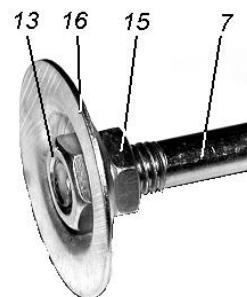
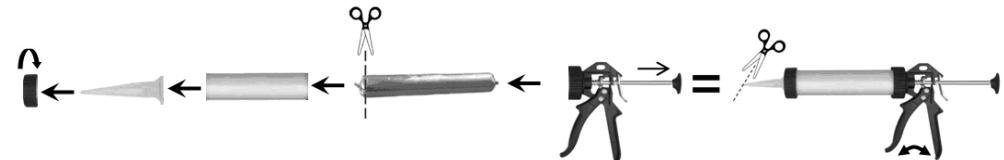

Рис. 3
Рис. 4
- удерживая пистолет за гайку (4), выкрутите корпус (3);
- удерживая за рукоятку штока (9), скрутите пластиковый поршень (14);
- металлический поршень (16) остаётся на месте;
- из гнезда пластикового поршня (14) аккуратно извлеките гайку (13);
- как показано на Рис. 3, накрутите гайку (13) на три оборота. При этом, шток (7) не должен выступать из гайки (13);
- гайкой (15) закрепите положение металлического поршня (16).
3.3. Закладку герметика в мягкой упаковке выполните в следующей последовательности (см. п. 3.1.), Рис. 4:
- гайку (2) накрутите на корпус (3), предварительно установив наконечник (1);
- предварительно обрежьте упаковку герметика (см. рекомендации производителя) и аккуратно заложите в корпус (3);
- нажмите на пластины (10) и оттяните до упора шток (7) за рукоятку (9);
- заправленный корпус (3) накрутите на гайку (4);
- в зависимости от толщины нанесения герметика при намеченной операции обрежьте носик наконечника (1); отрезанная часть наконечника в дальнейшем используется как пробка наконечника (1).